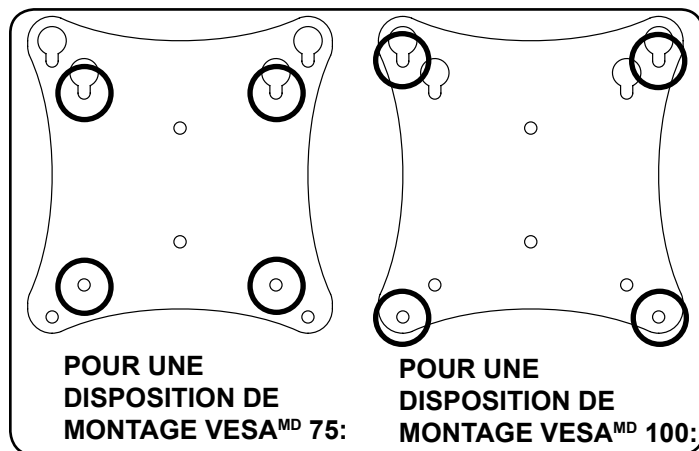

fig. 2.1
**2** Insérez deux vis M4 x 12 mm (**A**) dans les trous supérieurs du moniteur, en laissant environ 6 mm (.25 po) de filetage exposé. Accrochez les vis aux boutonnières de la plaque d'adaptation tel qu'indiqué sur les figures 2.1 et 2.2.